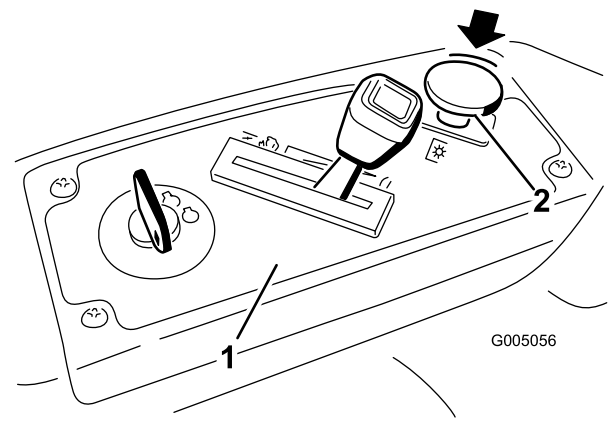

Figure 12
Poussez la commandes de lames en position Désengagée pour désengager les lames (Figure 12).
1. Désengagez les lames en plaçant la commande des lames en position Désengagée (Figure 12).